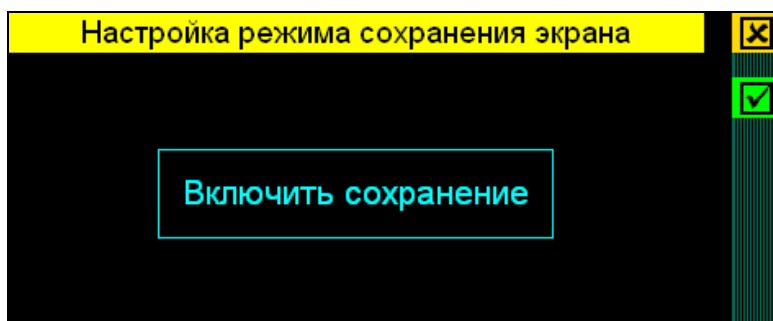
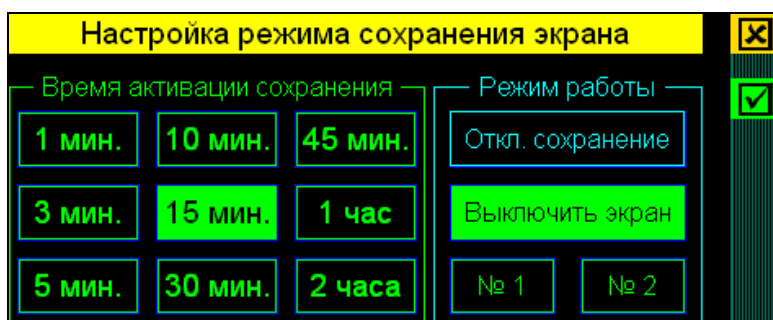

Рисунок 20 - Окно настроек схемы сохранения экрана (сохранение выключено)
Рисунок 21 - Окно настроек схемы сохранения экрана (сохранение включено)
2.10.3 Для включения режима сохранения экрана необходимо в окне настроек схемы сохранения экрана нажать на кнопку "Включить сохранение" (см. рисунок 20). При этом вид окна изменится и появится возможность дальнейшей настройки схемы сохранения экрана (см. рисунок 21). После включения режима сохранения экрана выставляются параметры по умолчанию: время активации сохранения - 15 минут, режим работы - выключение экрана. Для включённой схемы сохранения экрана имеется возможность выбора времени активации сохранения и режима работы. Выбор осуществляется нажатием соответствующей кнопки, которая при этом окрашивается в зелёный цвет.